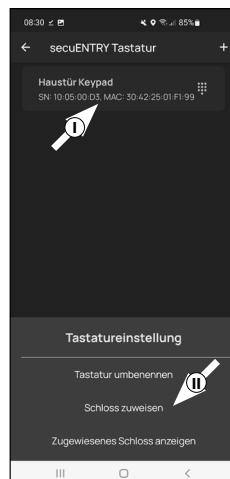

Fig. 10
11 En el listado con los teclados registrados, pulse el registro correspondiente al teclado deseado (I) (Fig. 10) y, a continuación, pulse «Asignar cerradura» en la ventana de menú que aparece (II) (Fig. 3).